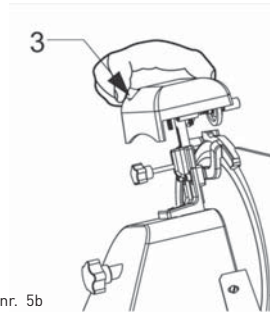

FIG. nr. 5b
- druk op de kleine knop (3) (zie FIG. nr. 5b), laat het mes voor ongeveer 30/40 sec. tegen de slijpmolen draaien om braam te produceren op de rand van het mes;